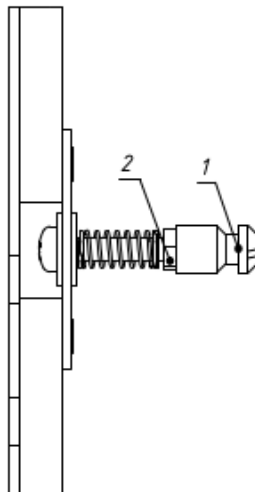

Рис. 10. Регулировка ригеля Promix-AD.DB.16
1. Ослабить гайку поз.2 (рис.10).
2. Выставить необходимое положение ригеля поз.1 (рис.10).